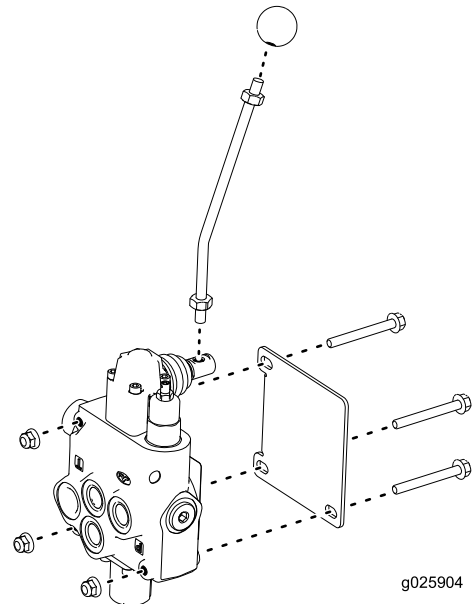

Figura 11
- Sujete el soporte a la válvula con 3 pernos y 3 tuercas, según se muestra en Figura 11.